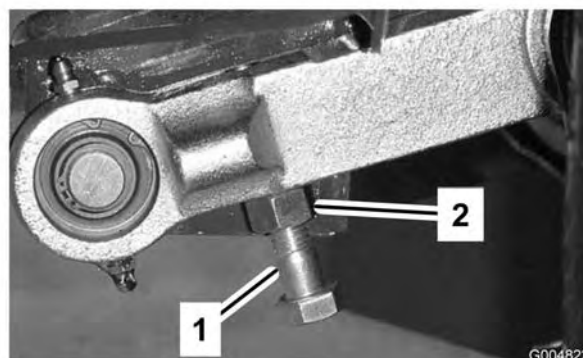

Figura 25
3. Para ajustar la distancia, localice el perno de ajuste del acoplamiento basculante trasero de la unidad de corte (Figura 25). Afloje la contratuercas del perno de ajuste. Afloje o apriete los pernos de ajuste hasta obtener